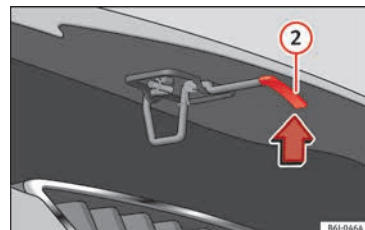

Abb. 7 Hebel unterhalb der Motorraumklappe.
oben » **Abb. 7** ②. Dabei wird der Fanghaken entriegelt.